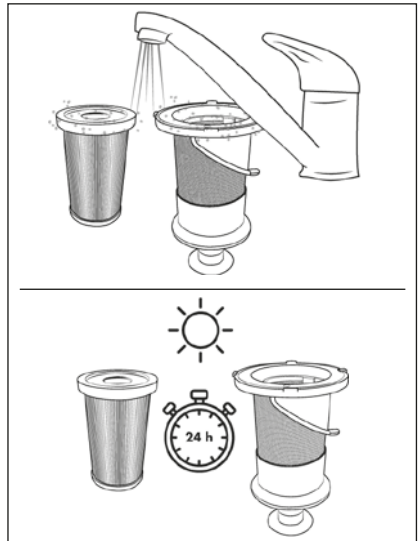

Fig. 20
- 5) Skyl HEPA-filteret **4** og filteret af rustfrit stål **5** under koldt eller lunkent vand. Lad HEPA-filteret **4** og filteret af rustfrit stål **5** lufttørre fuldstændig, før du sætter dem ind i støvbeholderen **6** igen (se fig. 20).